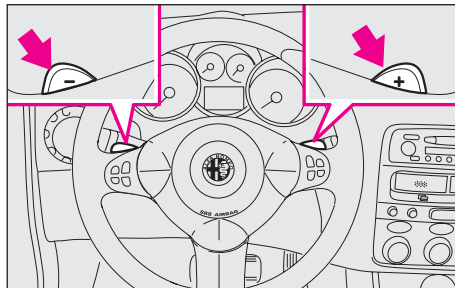

fig. 127
- des leviers au volant (**fig. 127**), à actionner seulement lorsque la vitesse de la voiture dépasse 0,5 km/h.